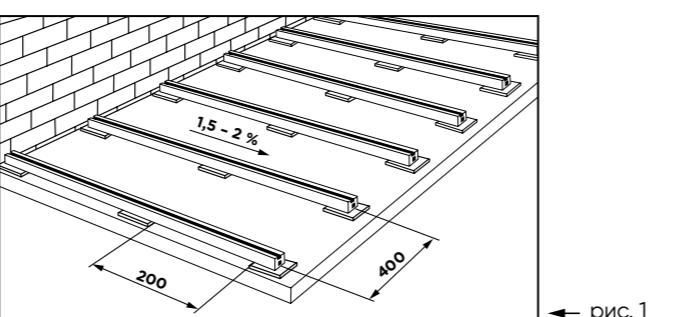

рис. 1
- на ровное и прочное бетонное основание (стяжку или плиты) с использованием резиновых подкладок размером 100x100x5 мм (рис. 1);